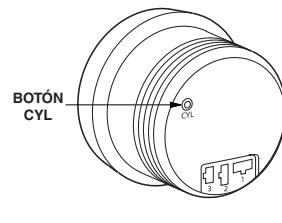

Figura 4
2. Desconecte la alimentación eléctrica del tacómetro (coloque la llave de la ignición en la posición de apagado). Presione y mantenga oprimido el botón CYL (botón ROJO pequeño en la parte posterior del tacómetro, véase la Figura 4), después aplique energía eléctrica al tacómetro (coloque la llave de la ignición en la posición de encendido).